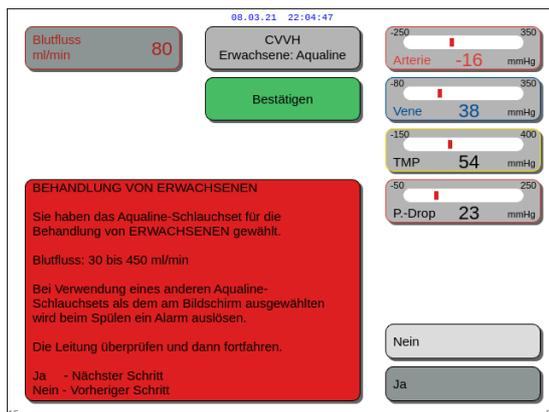

Abb. 36
- ▶ Je nachdem, welches Schlauchset gewählt wurde, erscheint folgendes *Bestätigungsfenster*: siehe Bild 36 oder 37.